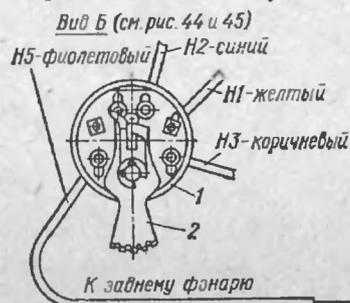

Рис. 53. Подключение проводов к переключателю:
2. Разобрать переключатель П25-А. В отверстия корпуса переключателя вставить концы электропроводов в порядке, указанном на рис. 53, и закрепить их стопорными винтами. (Расцветка проводов может